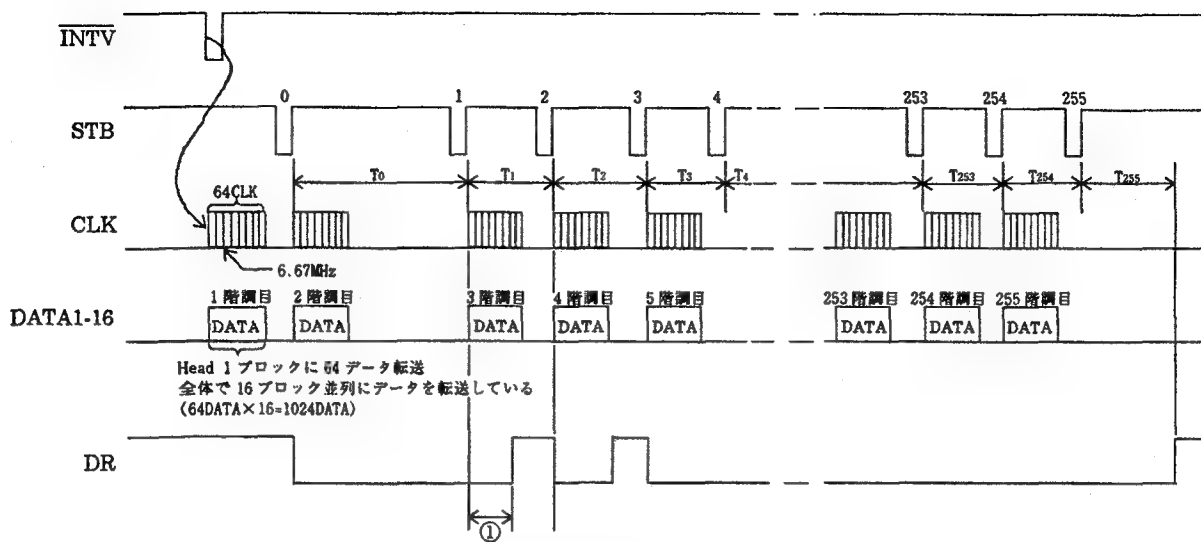

図 4-9. 階調発生
- (ii) ラインメモリーに取り込まれたデータは、IC301内部の階調発生回路に、入力されます。階調データ発生回路は、ラインメモリーに取り込まれた8bitのデータを、1～256段階のデータとして、出力する回路で、8bitデータが128であった場合、図4-9.中DATA1～16の1～128階調目までは、ヘッドに対して、データ“H”を出力し、129階調目以降は、データ“L”の出力を行います。
(vi) さらに DR パルスも、前項の基本動作説明に記したように、コントロールしてやれば (図 4-9. 中 ①部)、より細かな階調表現が可能となります。
*注：①のような部分は、STB パルスの T 間隔が約 9.6 μ s になった時に、発生します。